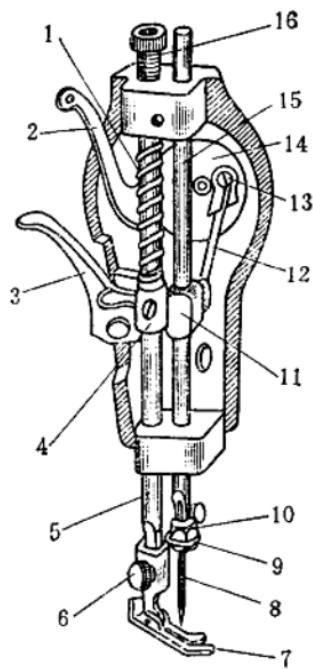

图 3 面板底部零件名称
3. 面板底部零件：卸去面板，就能看见图 3 所示的各种零件，其名称如下：